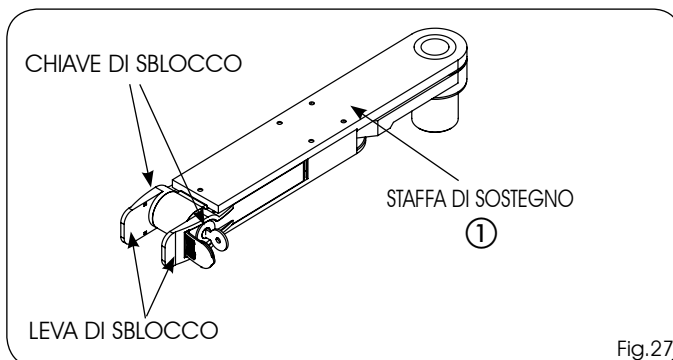

Fig.27
Il dispositivo è inserito sulla staffa di sostegno del cancello (Fig.27 rif. ①) e permette di sbloccare il sistema sia dall'interno che dall'esterno della proprietà.
- 1) Riportare la leva di sblocco nella sua posizione di riposo (Fig.27)